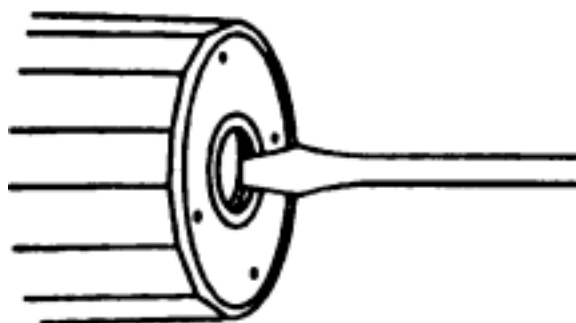

РИС. 8
- осторожно отвинтите винт удаления воздуха (см. рис. 8),